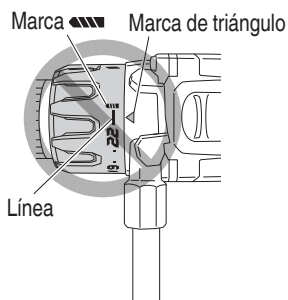

Fig. 17
- Evite usar la unidad con el número del dial del embrague entre "22" y la línea provista en el medio de la marca del taladro "////". Si lo hiciese, se podrían producir daños (Consulte la Fig. 17).